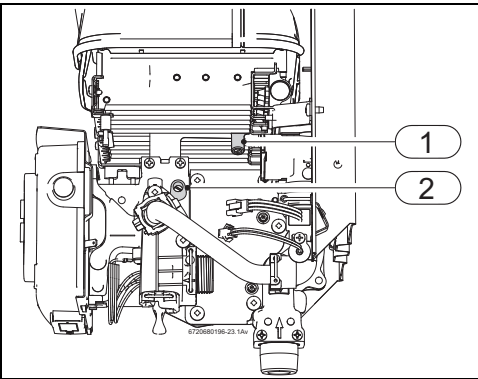

Fig. 24 Puntos de medición de presión
- ▶ Aflojar el tornillo obturador (Fig. 24, [pos. 1]).
- ▶ Conectar el manómetro al punto de medición para la presión del quemador (Fig. 24, pos. 1).
- Regular la presión del quemador mínimo (tabla 12) utilizando el tornillo de ajuste del caudal de gas mínimo (Fig. 24, [pos. 2]).